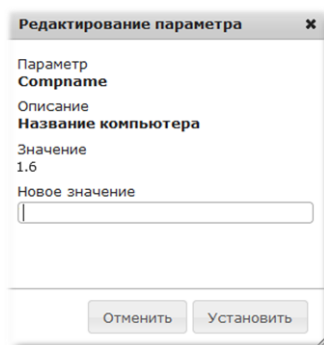

Рисунок 23 – Вид окна «Редактирование параметра *Comname*»
- 4) в отобразившемся окне «Редактирование параметра *Comname*» (см. Рисунок 23), задать требуемое доменное имя и нажать кнопку «Установить».